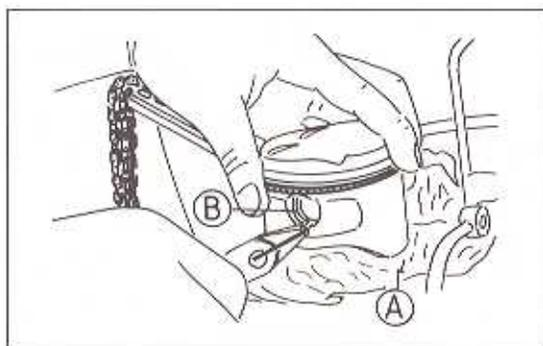

Bild 119
- Den Pleuellagerbolzen seitlich herausdrücken. Wenn erforderlich das Werkzeug 57001-910 verwenden (Bild 119).